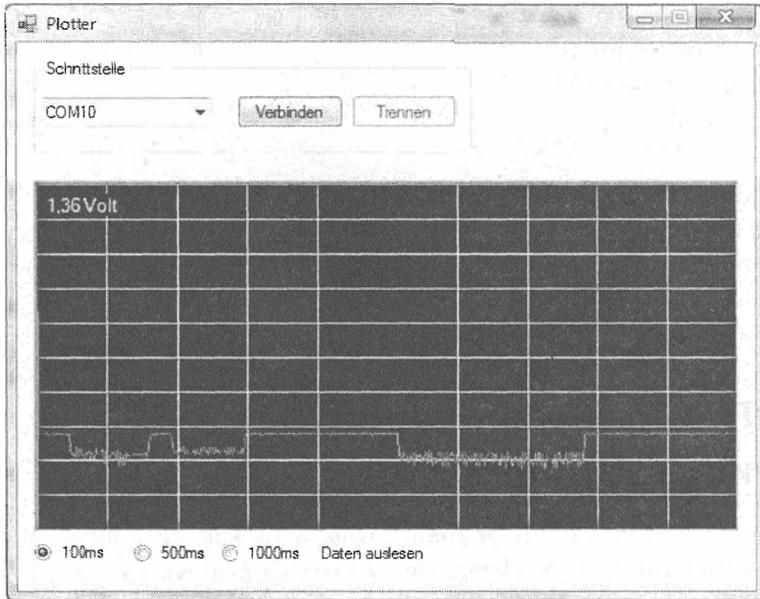

Рис. 10.25. Программа VB.NET для самописца напряжения
Программа самописца напряжения (листинг 10.27) записывает результаты измерения через интервалы 100, 500 и 1 000 мс. Программа `VB.NET` посылает для этого в определенное время стартовый байт (55) в плату микроконтроллера `Arduino`. После принятия стартового байта начинается измерение и контроллер `Arduino` посылает назад результат измерения и контрольную сумму в программу `VB.NET`. Далее снова происходит пересчет обоих байтов в результат измерения и отображение значения в графическом окне программы (рис. 10.25). Такая регистрация данных подойдет для самых различных приложений. Хорошие примеры — запись температуры, слежение за зарядом и разрядом аккумулятора, контроль напряжения в сети и т. д.